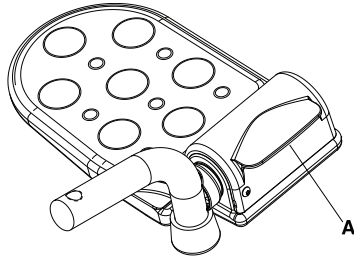

図15-6: 跳ね上げ式フットレスト用レバー
4. 足でフットレスト用レバー (A) を持ち上げて、跳ね上げ式フットレストを移動位置まで下げます (15-16ページの図15-6)。